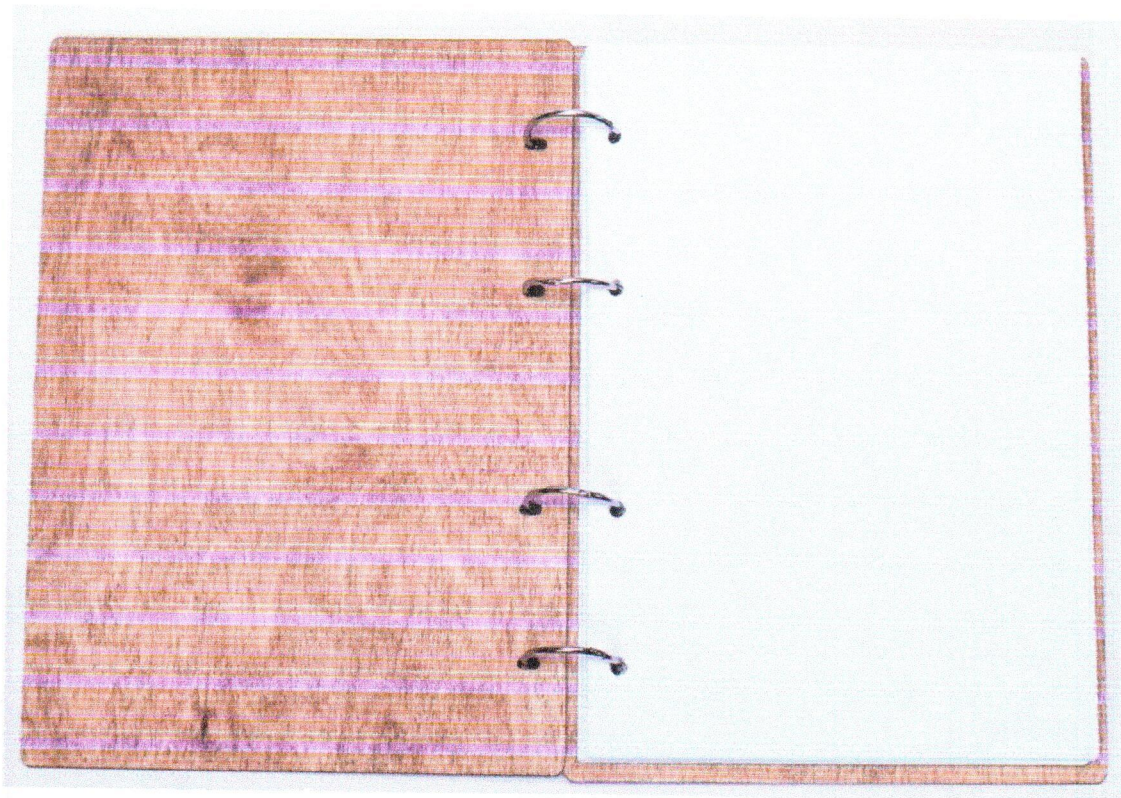

Рис. 1. Образец изделия
1. По указанным данным, в М 1:1 разработайте чертёж обложки (лицевой и задний элемент) для блокнота на 4х кольцах под листы бумаги формата А6. (Рис.1). Чертёж оформите на формате А 4, с указанием рамки и основной надписи.